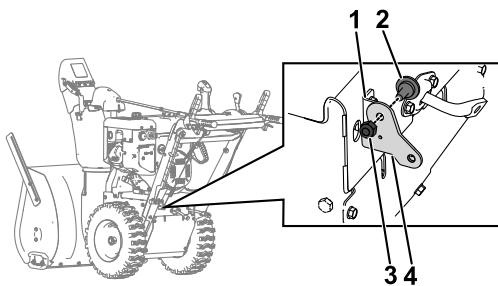

Figure 6
8. Déposez le support du câble de commande de déplacement existant du support du levier coudé en retirant le boulon et l'écrou qui le fixent en place (Figure 6).